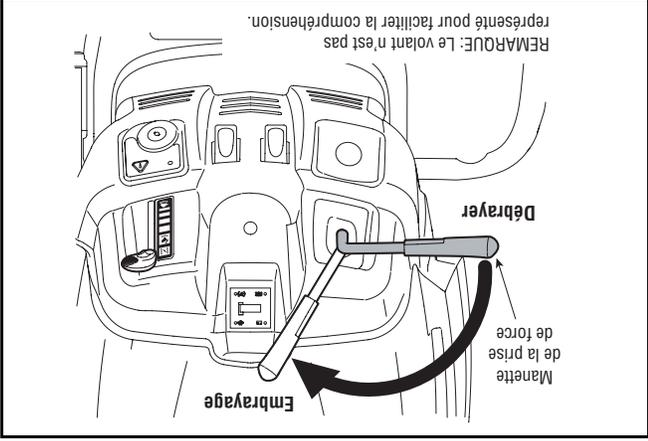

Figure 10.
2. Faites pivoter la manette de la prise de force (Embrayage de la lame) à fond vers l'avant jusqu'à la position « ON » (Embrayée). Voir la Figure 10.